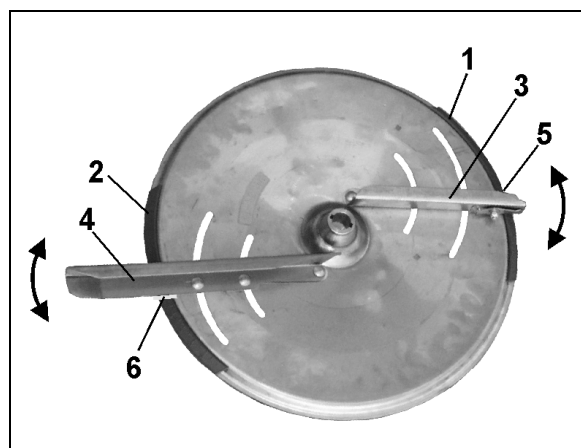

Fig. 54
- Den kortare spridarvingen (Fig. 54/3) har en skala (Fig. 54/1) med inställningsvärde från 5 till 28 och den längre spridarvingen (Fig. 54/4) har en skala (Fig. 54/2) med inställningsvärde från 35 till 55..
- Vridning av spridarvingarna mot ett högre skalvärde (Fig. 54/1 resp. Fig. 54/2) ger en större arbetsbredd.
3. Sök upp värdet för den korta spridarvingen på skalan (Fig. 54/1).
4. Ställ in avläsningskanten (Fig. 54/5) på den korta spridarvingen (Fig. 54/3) mot skalvärdet och drag på nytt åt vingmuttern.
5. Sök upp värdet för den långa spridarvingen på skalan (Fig. 54/2).
6. Ställ in avläsningskanten (Fig. 54/6) på den långa spridarvingen (Fig. 54/4) mot skalvärdet och drag på nytt åt vingmuttern.